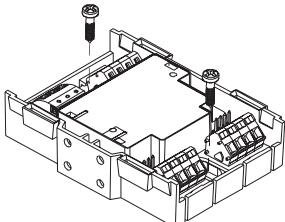

Рис. 3.4.1
- Монтаж непосредственно внутри распределительного щита или блока управления: монтируйте модуль на ровной поверхности (рис. 3.4.1).
2. Закрепите модуль двумя винтами (M4 X15) (Рис. 3.4.1). Расстояние между отверстиями:  $63,5 \pm 1,0$  мм.